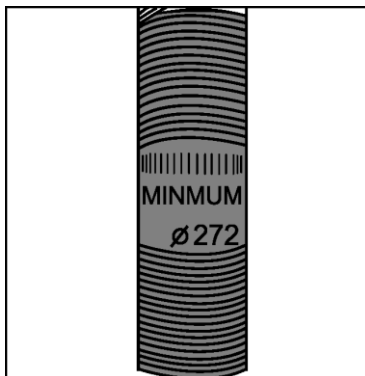

Abbildung 1: LENK- / SATTELSTIFT
- **STEUER- / SATTELSTIFT: Siehe Abbildung 1.** In Sattelstütze und Vorbau ist eine Rippenlinie eingraviert. Dies ist die Mindestlänge, die im Rahmen (mit der Sattelstütze) oder in der Lenksäule (mit der Lenkstütze) verbleiben muss.